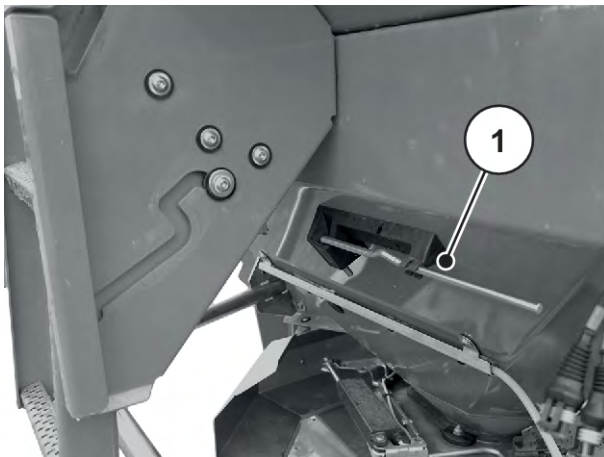

Рис. 36: Положение регулировочного рычага AXIS хх.2
- ▶ Поместите регулировочный рычаг в предусмотренное для него крепление. См. *Рис. 36 Положение регулировочного рычага AXIS xx.2*